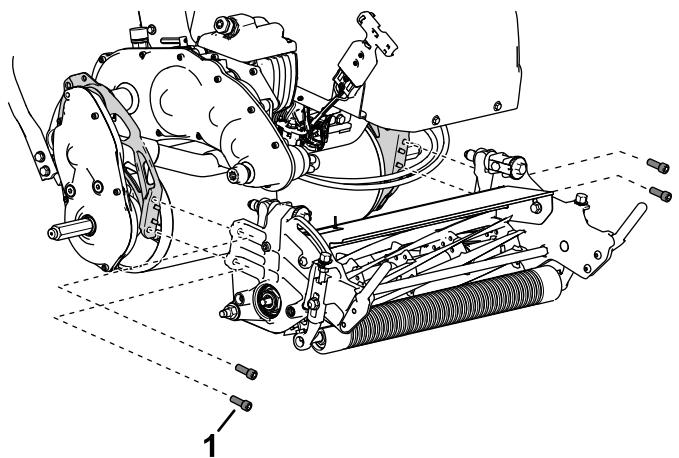

Figure 37
- 5. Fixez l'unité de coupe au cadre à l'aide de 4 vis à tête à creuse (Figure 37).